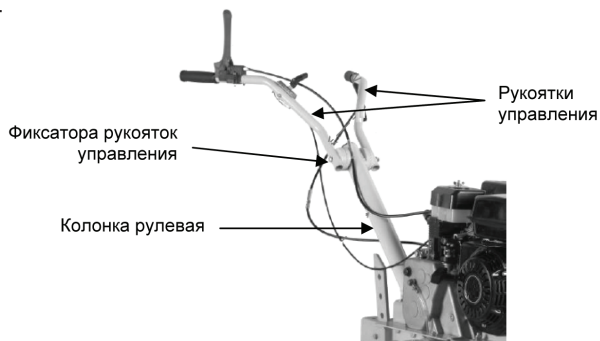

Рис. 5
5. Установите рулевую колонку. На рулевую колонку установите рукоятки управления с помощью фиксатора. Отрегулируйте положение рукояток управления и зафиксируйте фиксатором (Рис. 5).